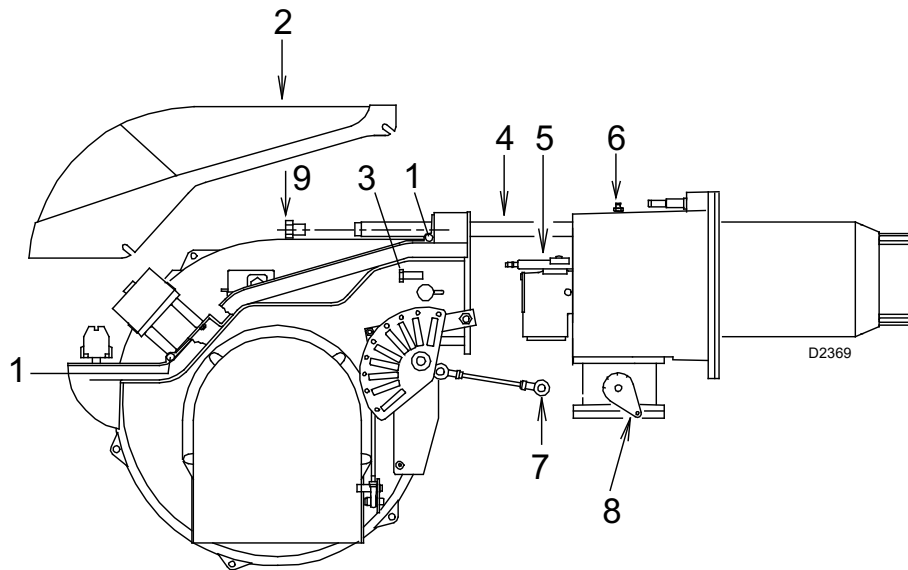

Fig. 37
- Desserrer les 4 vis 1) (Fig. 37) et déposer le capot 2).
- Remettre le vis 3)(Fig. 37) et tirer délicatement vers l'extérieur les câbles de sonde et d'électrode, jusqu'à les mettre légèrement sous tension.